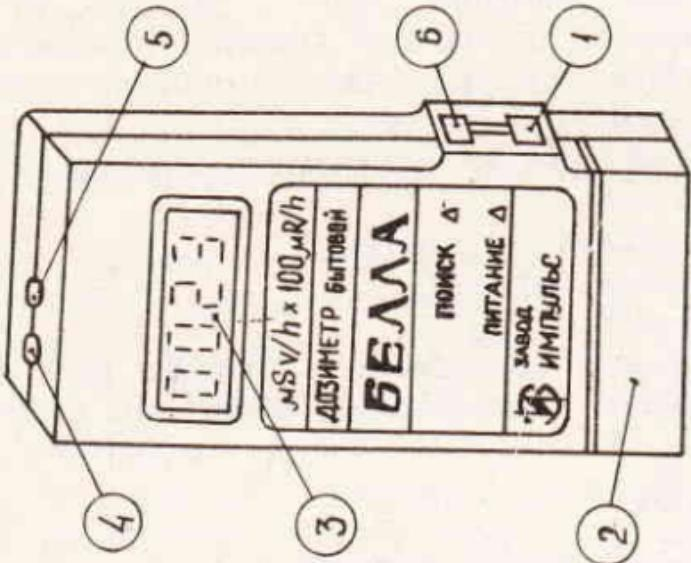

Рис. 1.
5.6. Расположение и назначение органов управления и индикации приведены на рис. 1.
6.1. Установите выключатель питания (поз. 1 рис. 1) и режима ПОИСК (поз. 6 рис. 1) в положение отключено (нижнее положение).
- откройте отсек питания, потянув нижнюю часть крышки отсека питания (поз. 2 рис. 1) вверх и на себя;
6.3. Включите дозиметр, для чего выключатель питания (поз. 1 рис. 1) переведите в положение ПИТАНИЕ. При этом на цифровом табло долж-
МЭД — КОНТР. ПИТАНИЯ (поз. 4 рис. 1). При этом должен загореться индикатор напряжения батареи питания (поз. 5 рис. 1).
7.1.3. Включите режим ПОИСК, для чего выключатель (поз. 6 рис. 1) переведите в положение ПОИСК.